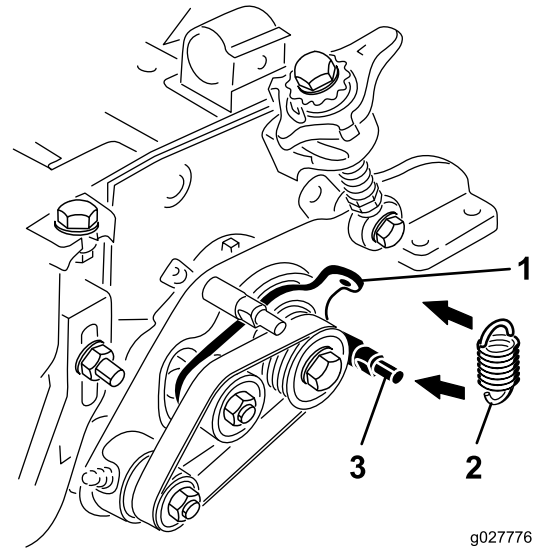

図 16
24. プーリにグルーマベルトを取り付ける 図 16。
25. アイドラスプリングをアイドラプレートに掛け、グルーマプレートの低い方のスタッドに掛け回す 図 16。